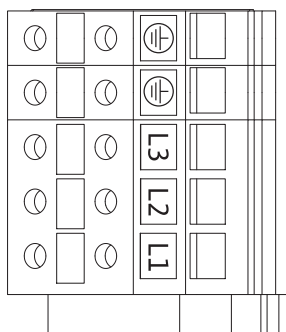

Fig. 25: Zaciski mocy
- Zaciski mocy (zaciski przyłącza sieciowego) (Fig. 25)